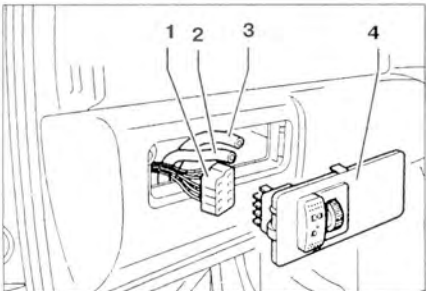

Рис. 10.28. Извлеките декоративную панель 4 с регулятора угла наклона фар, отсоедините разъем проводки 1. Пометьте вакуумные трубки 1 и 2 и отсоедините их.
9. Извлеките декоративную панель 4 с регулятора угла наклона фар, отсоедините разъем проводки 1. Пометьте вакуумные трубки 1 и 2 и отсоедините их (рис. 10.28).